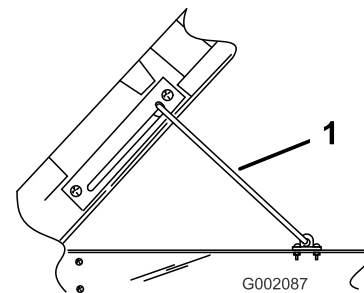

Figura 15
2. Tirate l'asta di supporto nella fessura di arresto per ancorare il cassone (Figura 15).